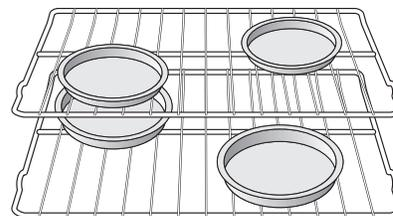
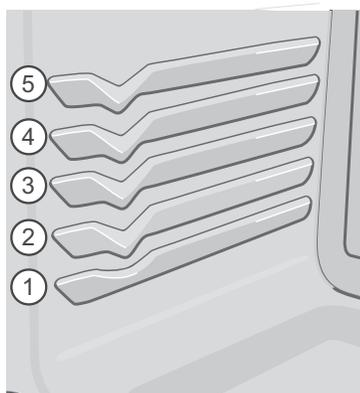

Figure 19 : Espacement des plats pour la cuisson à convection
Figure 20 : Positions des grilles
- Lorsque vous utilisez deux grilles pour la cuisson de gâteaux, placez ces dernières aux positions 1 (pour une grille à glissière) et 4 (pour une grille plate) (Figure 20) et placez les moules comme illustré à la Figure 19.